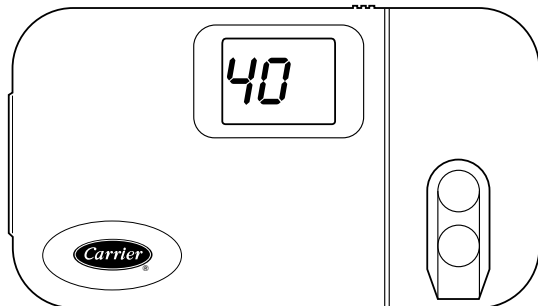

Fig. 15 - Réglage de température le plus bas
1. Régler le thermostat de la pièce à la température la plus basse. Voir fig. 15.